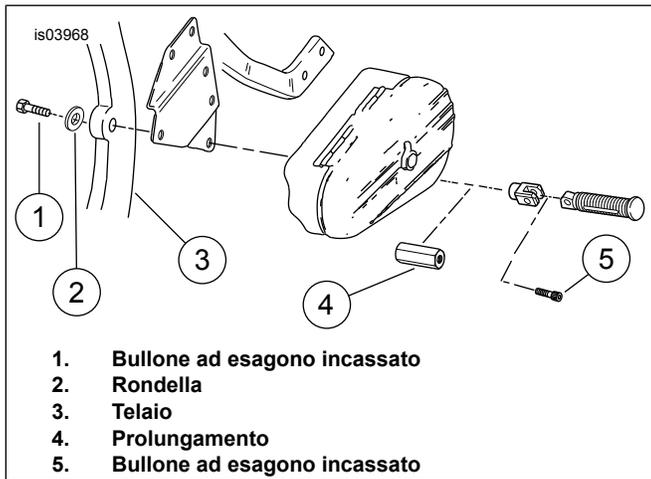

Figura 1. Kit distanziale esagonale
3. Vedere Figura 1. Dal lato interno del veicolo, installare un bullone 3/8-16 x 1-3/4 di pollice (1) e una rondella (2) (usare un bullone 3/8-16 x 2-1/4 di pollice se le protezioni paragambe/borse sono installate) attraverso il foro nella flangia inferiore della protezione paragambe (se in dotazione), la staffa di riposizionamento della borsa portapacchi (se in dotazione) e nell'elemento del telaio del veicolo (3). Serrare il bullone ad una coppia di 47,8-61,0 N·m (35-45 ft-lb).
4. Installare il prolungamento (4) della pedalina poggipiedi del passeggero sulla punta del bullone. Serrare il prolungamento ad una coppia di 47,8-61,0 N·m (35-45 ft-lb).
5. Installare il supporto della pedalina poggipiedi del passeggero con il bullone ad esagono incassato da 3/8-16 x 1-3/4 di pollice (5), oppure con il bullone ad esagono incassato originale, sull'estremità del prolungamento della pedalina poggipiedi. Serrare il bullone ad una coppia di 47,8-61,0 N·m (35-45 ft-lb).